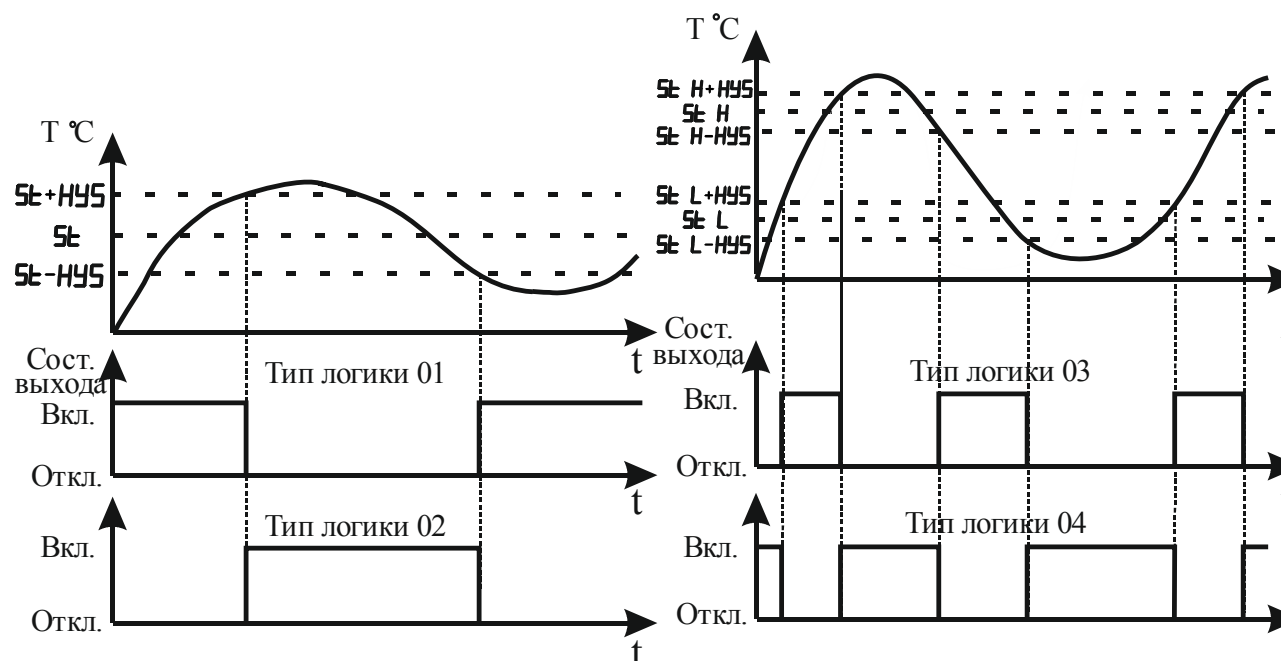

Рисунок 3.10 – Графическое представление типов логики работы выхода
3.3.2.8 Параметр “Тип логики работы прибора” определяет алгоритм управления исполнительным устройством (см. рисунок 3.10).